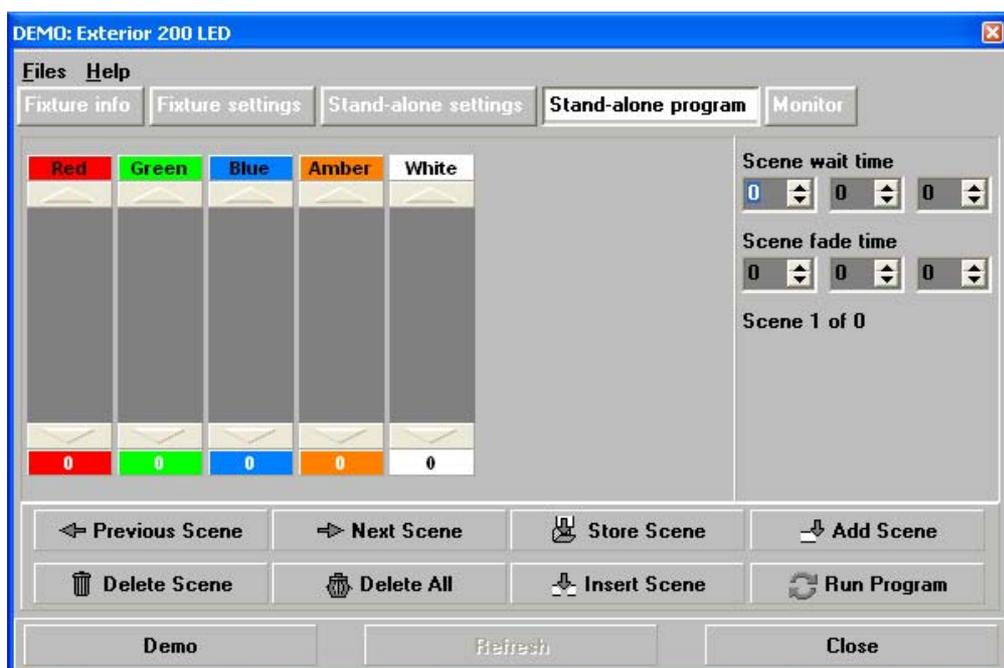

Figura 15: Pantalla de programación Stand-alone
1. Pulsar sobre el botón **“Stand-alone program”** (ver Figura 15).